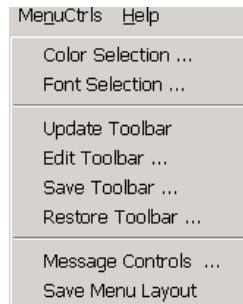

图1.12 【MenuCtrls】菜单
- 【MenuCtrls】菜单：主要用于控制菜单显示和工具条按钮，如图 1.12 所示。例如：【Color Selection...】命令用于颜色设置；【Edit Toolbar...】命令用于编辑工具栏中按钮等。